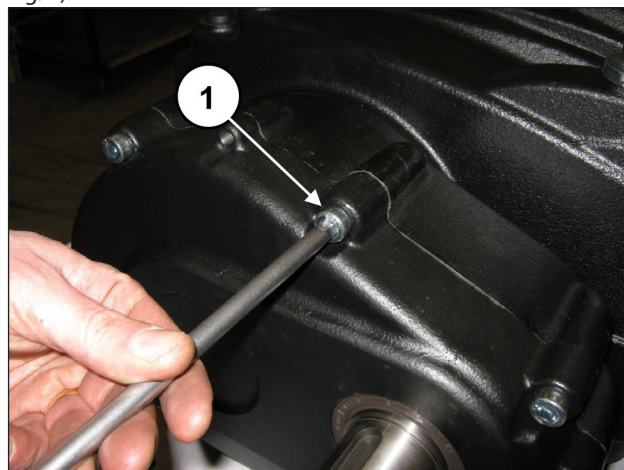

Fig. 4
Solte os parafusos de fixação da cobertura do redutor (pos. ①, Fig. 4).